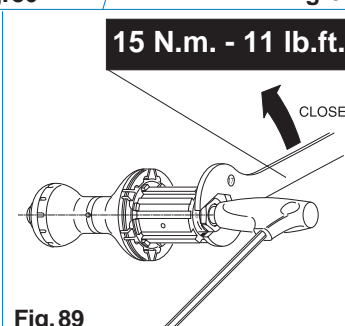

Fig. 89
• Avvitare il dado di bloccaggio con la chiave da 17mm (Fig. 89) tenendo fermo il perno dal lato ruota libera con la chiave a brugola da 5mm inserita a fondo (coppia di serraggio 15 N.m / 11lb.ft.).
• Tighten the locking screw with the 17 mm wrench (Fig. 89), holding the axle steady on the freewheel side with a fully inserted 5 mm Allen wrench.
• Die Führungsbuchse des Schnellspanners mit einem 17 mm Schlüssel (Abb. 89) anziehen, wobei von der Seite des Freilaufkörpers aus, mit dem tief eingeführten 5 mm Inbusschlüssel die Achse festgehalten wird (Anziehmoment 15 N.n / 11lb.ft.).
• Vissez l'écrou de blocage avec la clé de 17mm (Fig. 89) en bloquant l'axe du côté roue libre avec la clé à six pans de 5mm insérée à fond (couple de serrage 15 N.m / 11lb.ft.).
• Draai de borgmoer vast met een 17 mm sleutel (fig. 89), hierbij de as stevig vasthoudend met een 5 mm imbusleutel aan de cassettezijde. Aandraaikoppel: 15 Nm.